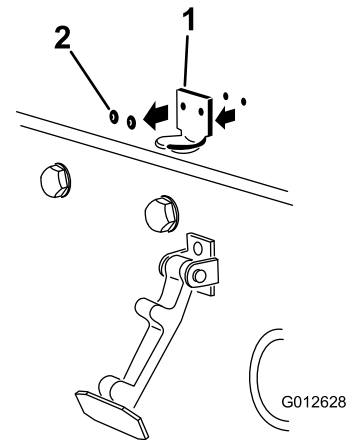

Figura 7
2. Retire os (2) rebites que prendem o suporte do trinco ao capot (Figura 7). Retire o suporte do trinco do capot.